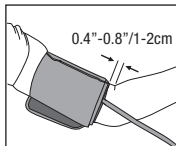

Fig. 5
7. El borde inferior del brazalete debe quedar posicionado aproximadamente a una pulgada sobre la articulación del codo, *Fig. 5*.